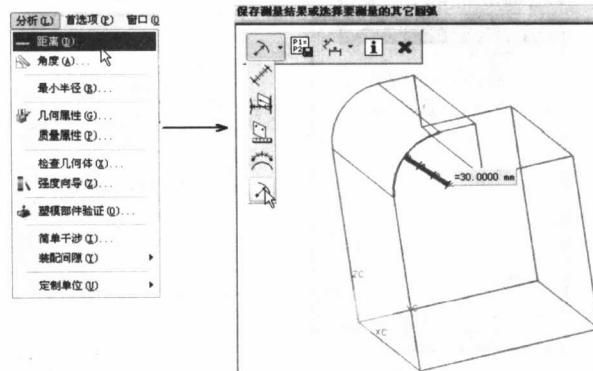

图 1-6 测量分析
(6) 分析距离选项不仅可以测量距离、长度等，还可以独立测量半径。如图 1-6 所示。